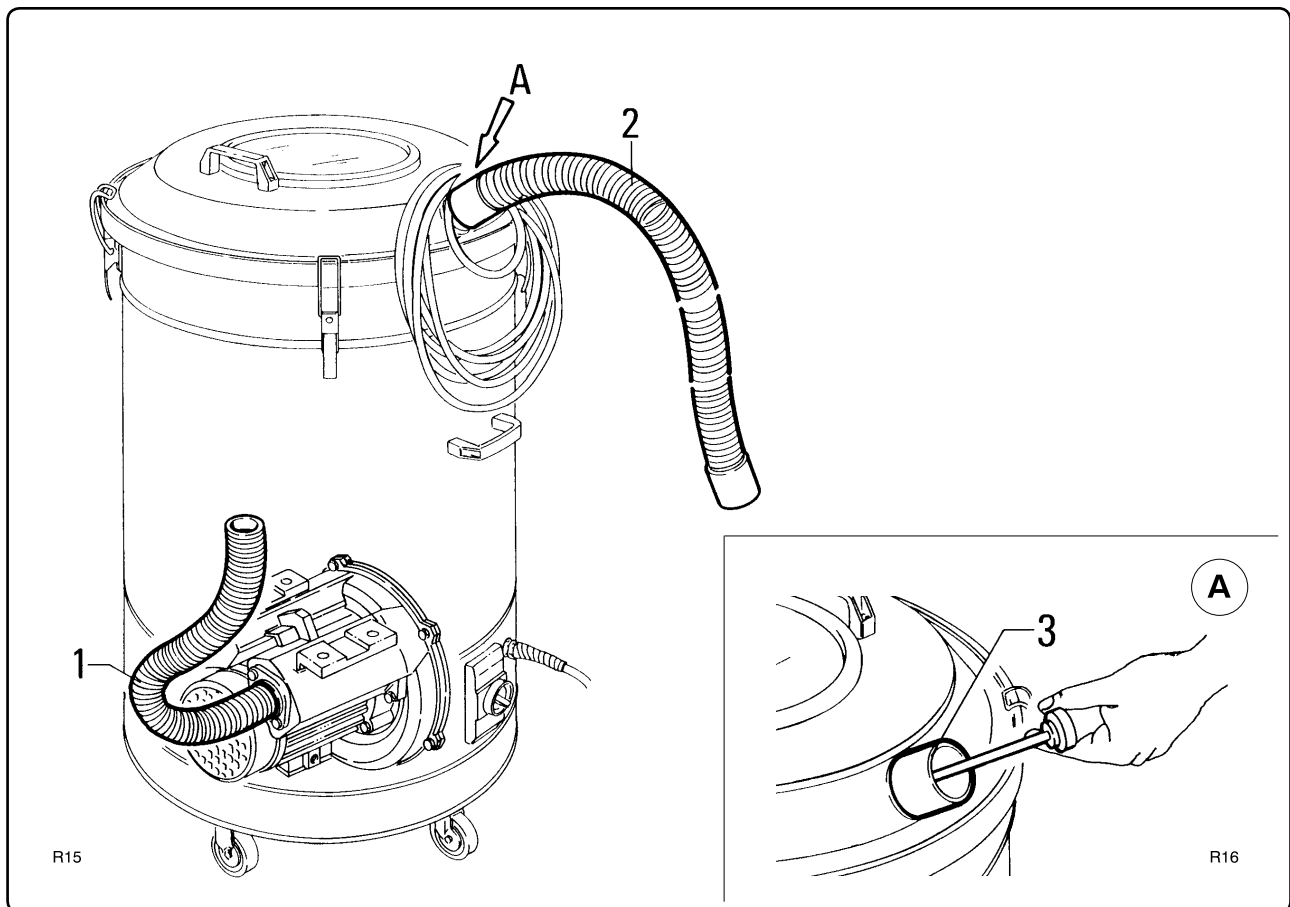

Рис. 7.5.3
7.5.3 - Проверка состояния шлангов (рис. 7.5.3)
Вычистите выпускное отверстие и удалите отложившиеся отходы, как показано на рис. 7.5.3.